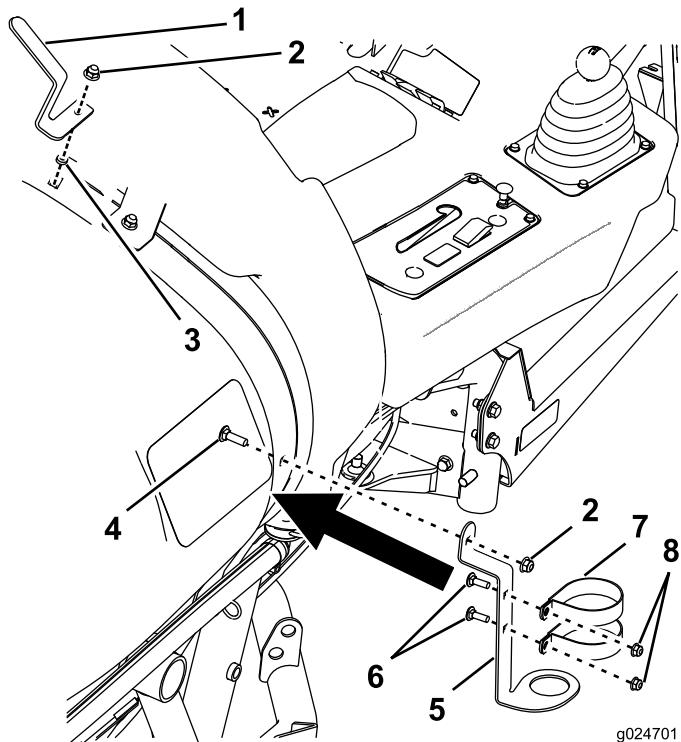

Figura 3
3. Instalate la staffa della pistola a spruzzo e il supporto principale (Figura 3).